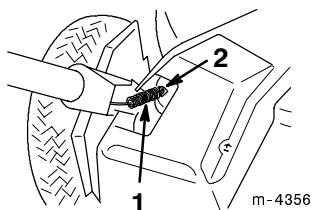

Figure 5
6. Accrocher le ressort du câble de traction au support de transmission, si ce n'est déjà fait (Fig. 5).